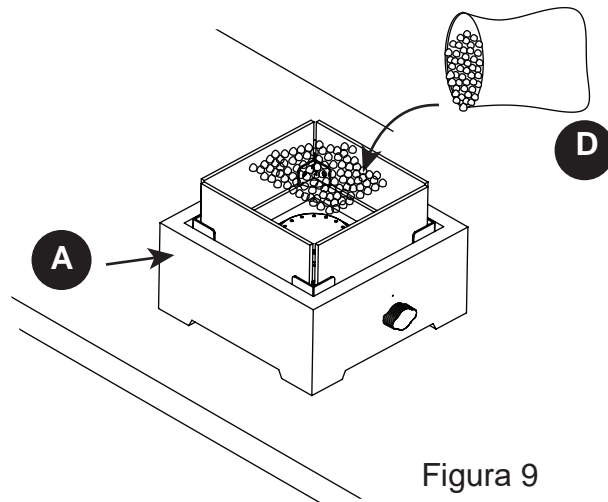

Figura 9
8. Coloque las cuentas de vidrio (D) en el cuerpo del fogón (A). Se requieren aproximadamente 1,39 kg de cuentas de vidrio (consulte la Figura 9).